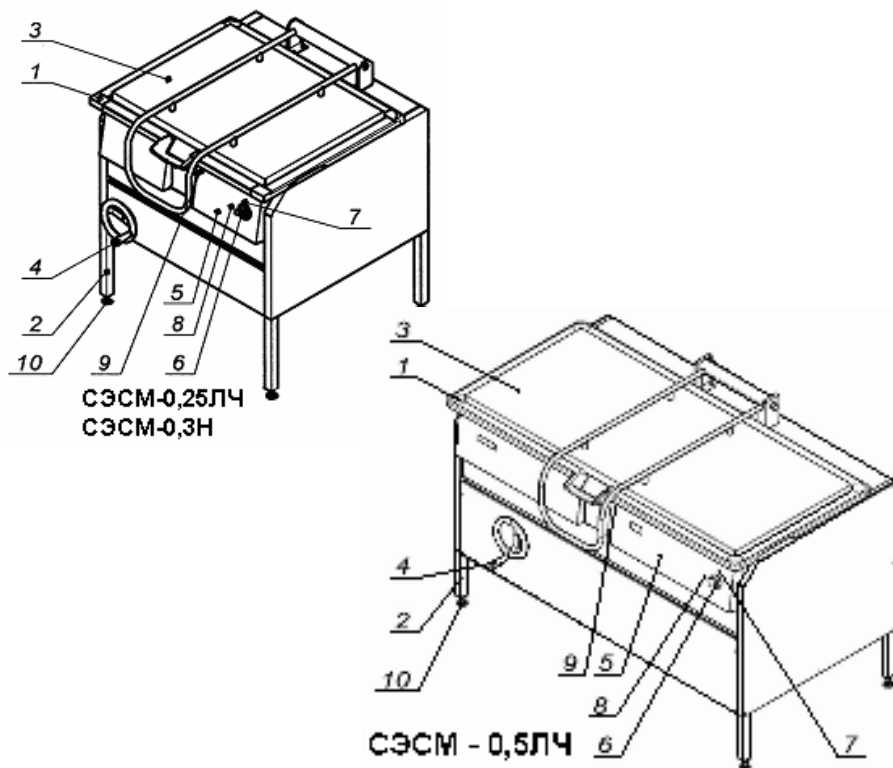

Рис.1
4.1 Общий вид сковород представен на рис. 1
4.2 Сковорода представляет собой прямоугольную чашу (рис.1, поз.1), боковые цапфы которой шарнирно закреплены на раме (рис.1, поз.2).
Сковорода оборудована терморегулятором (рис.1, поз.6) температуры пода чаши и сигнальными лампами (рис.1 поз.7, 8), установленными на правой лицевой панели (рис.1, поз. 5) чаши.
Лампа «сеть» (рис.1, поз.7) сигнализирует о включении сковороды в электросеть.
Лампа "работа" (рис.1, поз. 8) сигнализирует о подаче напряжения на ТЭНы.
Для удобства обслуживания, правая лицевая панель (рис.1, поз.5) может быть откинута на петлях, для чего необходимо вывернуть 2 винта (рис.1, поз.9 и рис.2, поз.9), крепящие панель к чаше.
Чаша накрывается откидной крышкой (рис.1, поз.3), снабженной пружинным механизмом, который обеспечивает легкий подъем и фиксацию крышки в открытом положении.
Слева, на раме, размещен механизм наклона чаши (рис.1, поз.4). Наклон чаши, для выгрузки продукта, осуществляется, при открытой крышке, вращением маховика по направлению стрелки "наклон". Возврат чаши в рабочее положение осуществляется вращением маховика в противоположную сторону. При наклоне чаши, с включенными ТЭНами, на угол более 12° от горизонтали, ТЭНы автоматически выключаются.
Регулируемые опоры (рис.1, поз.10) позволяют производить регулировку сковороды в горизонтальной плоскости и регулировку высоты сковороды в диапазоне от 840 до 860 мм.
9.4.2 Для доступа к терморегулятору и сигнальным лампам, необходимо вывернуть два винта (рис.1, поз.9 и рис.2, поз. 9) и откинуть правую лицевую панель чаши (рис.1, поз. 5) на петлях.